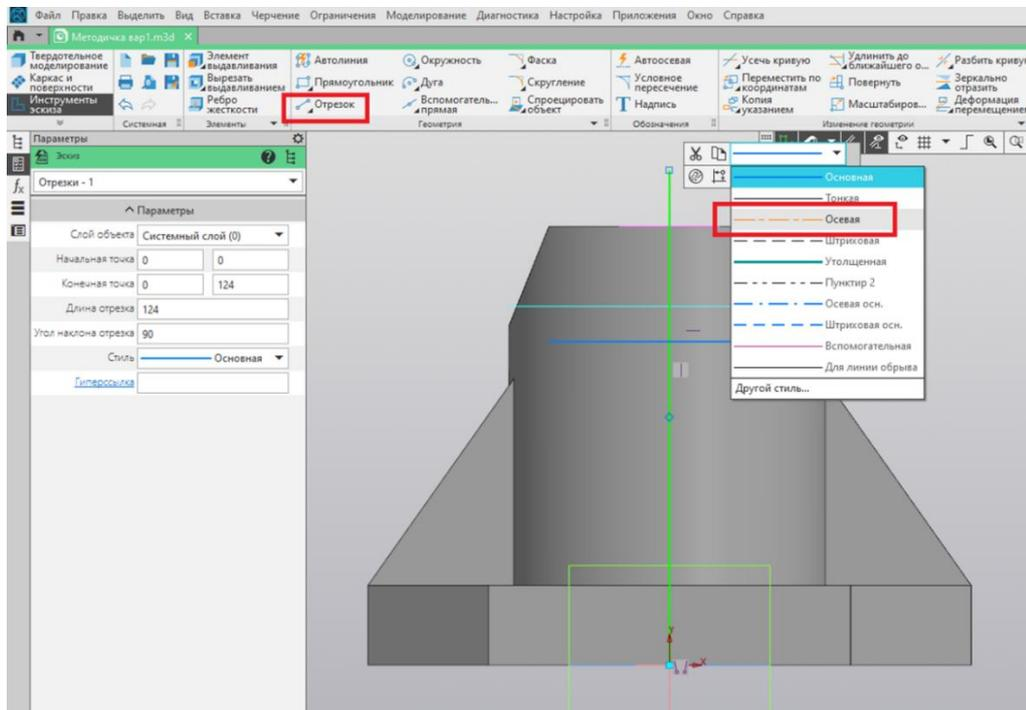

Рис. 40
37. Из начала координат проводим вертикальную осевую линию (рис. 40).